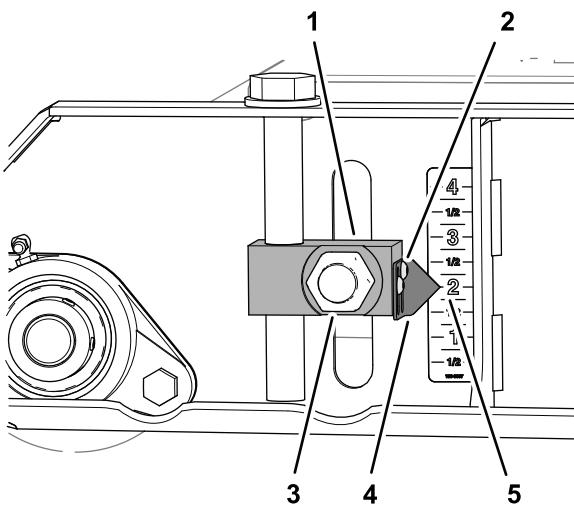
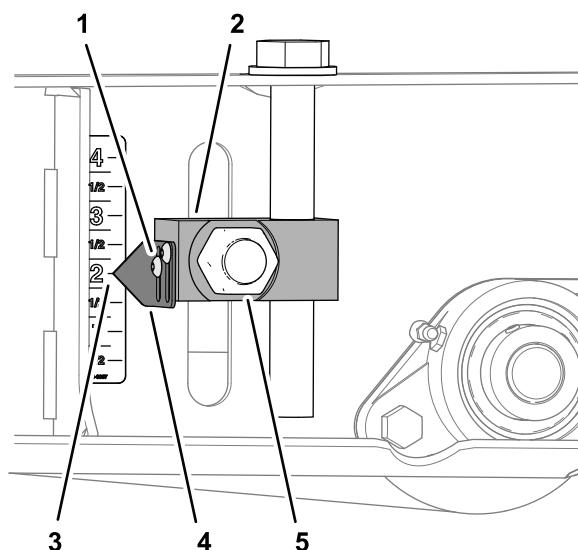

Figure 82
Figure 84
3. Desserrez les 2 vis à tête creuse qui fixent le pointeur au bloc de réglage de hauteur de coupe, alignez le pointeur sur le repère de 5 cm sur l'autocollant, puis resserrez les vis (Figure 82).
6. Desserrez les vis à tête creuse qui fixent les 2 pointeurs au bloc de réglage de hauteur de coupe, alignez les pointeurs sur le repère de 5 cm sur l'autocollant, puis resserrez les vis (Figure 84).
7. Serrez les 4 écrous qui fixent les 4 blocs de réglage de hauteur de coupe (Figure 82 et Figure 84) sur les rouleaux avant et arrière à 322 N·m.